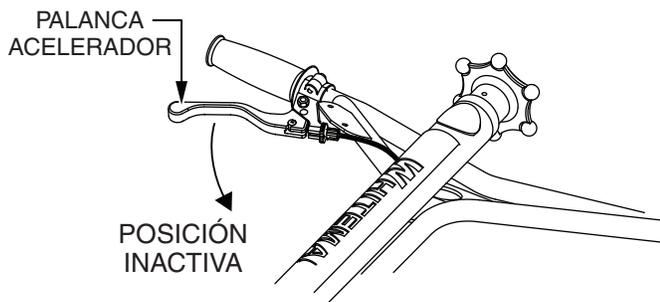

Figura 21. Palanca del acelerador (Inactivo)
2. Ponga la palanca del acelerador en la posición **INACTIVO** (Figura 21).